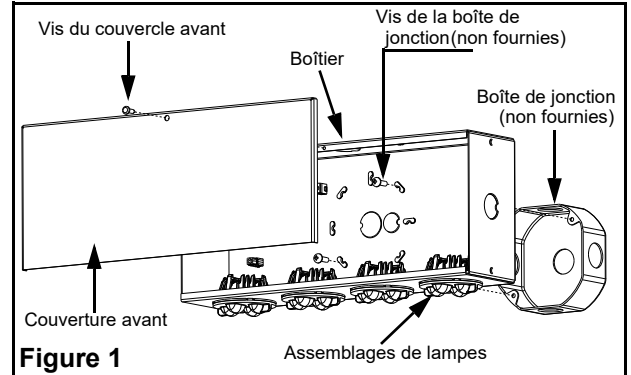

Figure 1
- a. Placez le boîtier, face arrière vers le bas, sur une surface plane. À l'aide d'un tournevis plat, enlevez la grande défonçable et des débouchures correspondant à une boîte de jonction standard. (Voir fig. 1)